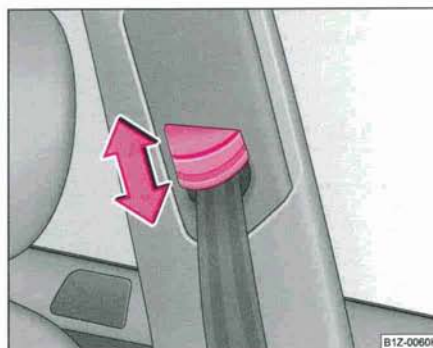

Fig. 154 Siège avant: Réglage de la hauteur des ceintures
- Poussez la ferrure d'inversion dans la direction souhaitée vers le haut ou vers le bas ⇒ fig. 154.